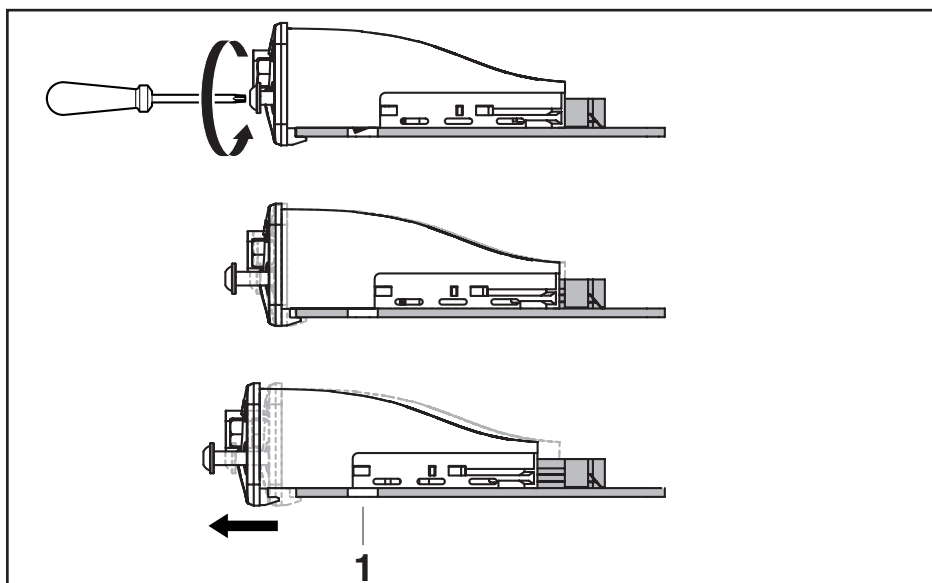

Abb. 4: Arretierung lösen
2. Frontseitige Torxschrauben lösen. Erst bei vollständig gelöster Arretierung (siehe Abb. 4) kann das Schnittstellenmodul IMpdp herausgezogen werden.